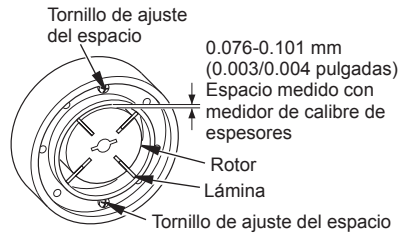

Figura 24 - Ubicaciones del tornillo de ajuste de espacio
10. Revise el espacio libre del rotor. Ajústelo a 0.076/0.101 mm (0.003/0.004 pulgadas) si es necesario (consulte la figura 24).